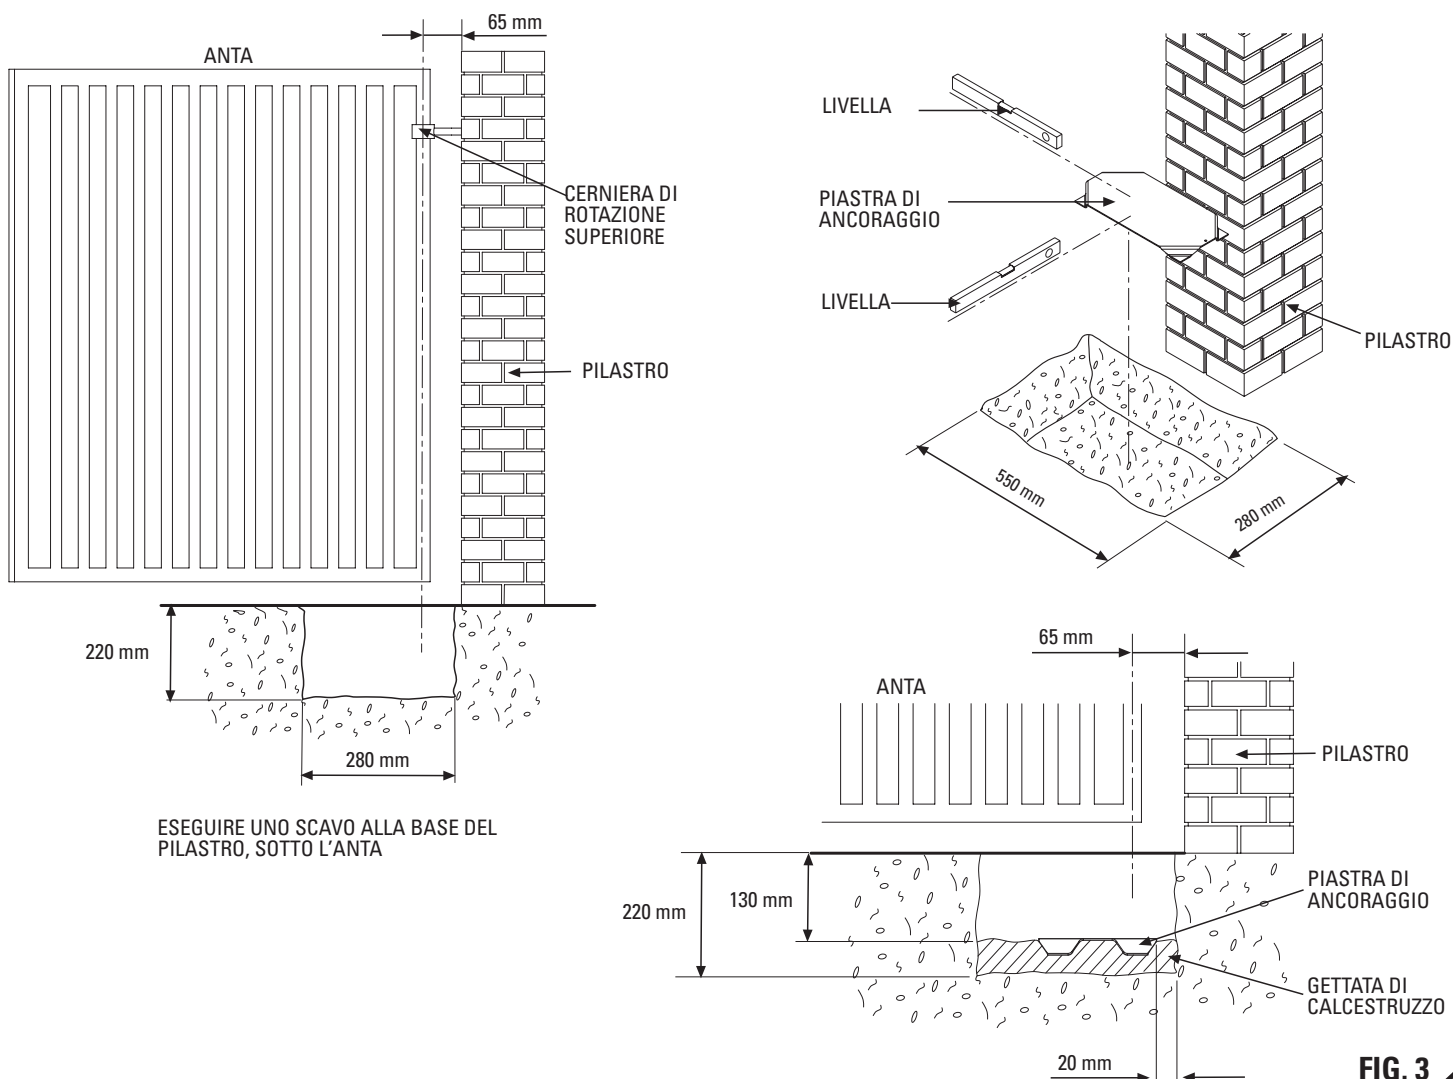

FIG. 3
- Eseguire uno scavo nel pavimento secondo le quote indicate in Fig.3 alla base del pilastro e sotto l'anta.
- Lasciare asciugare la presa del calcestruzzo alla **Piastra di Ancoraggio** (Fig.3).